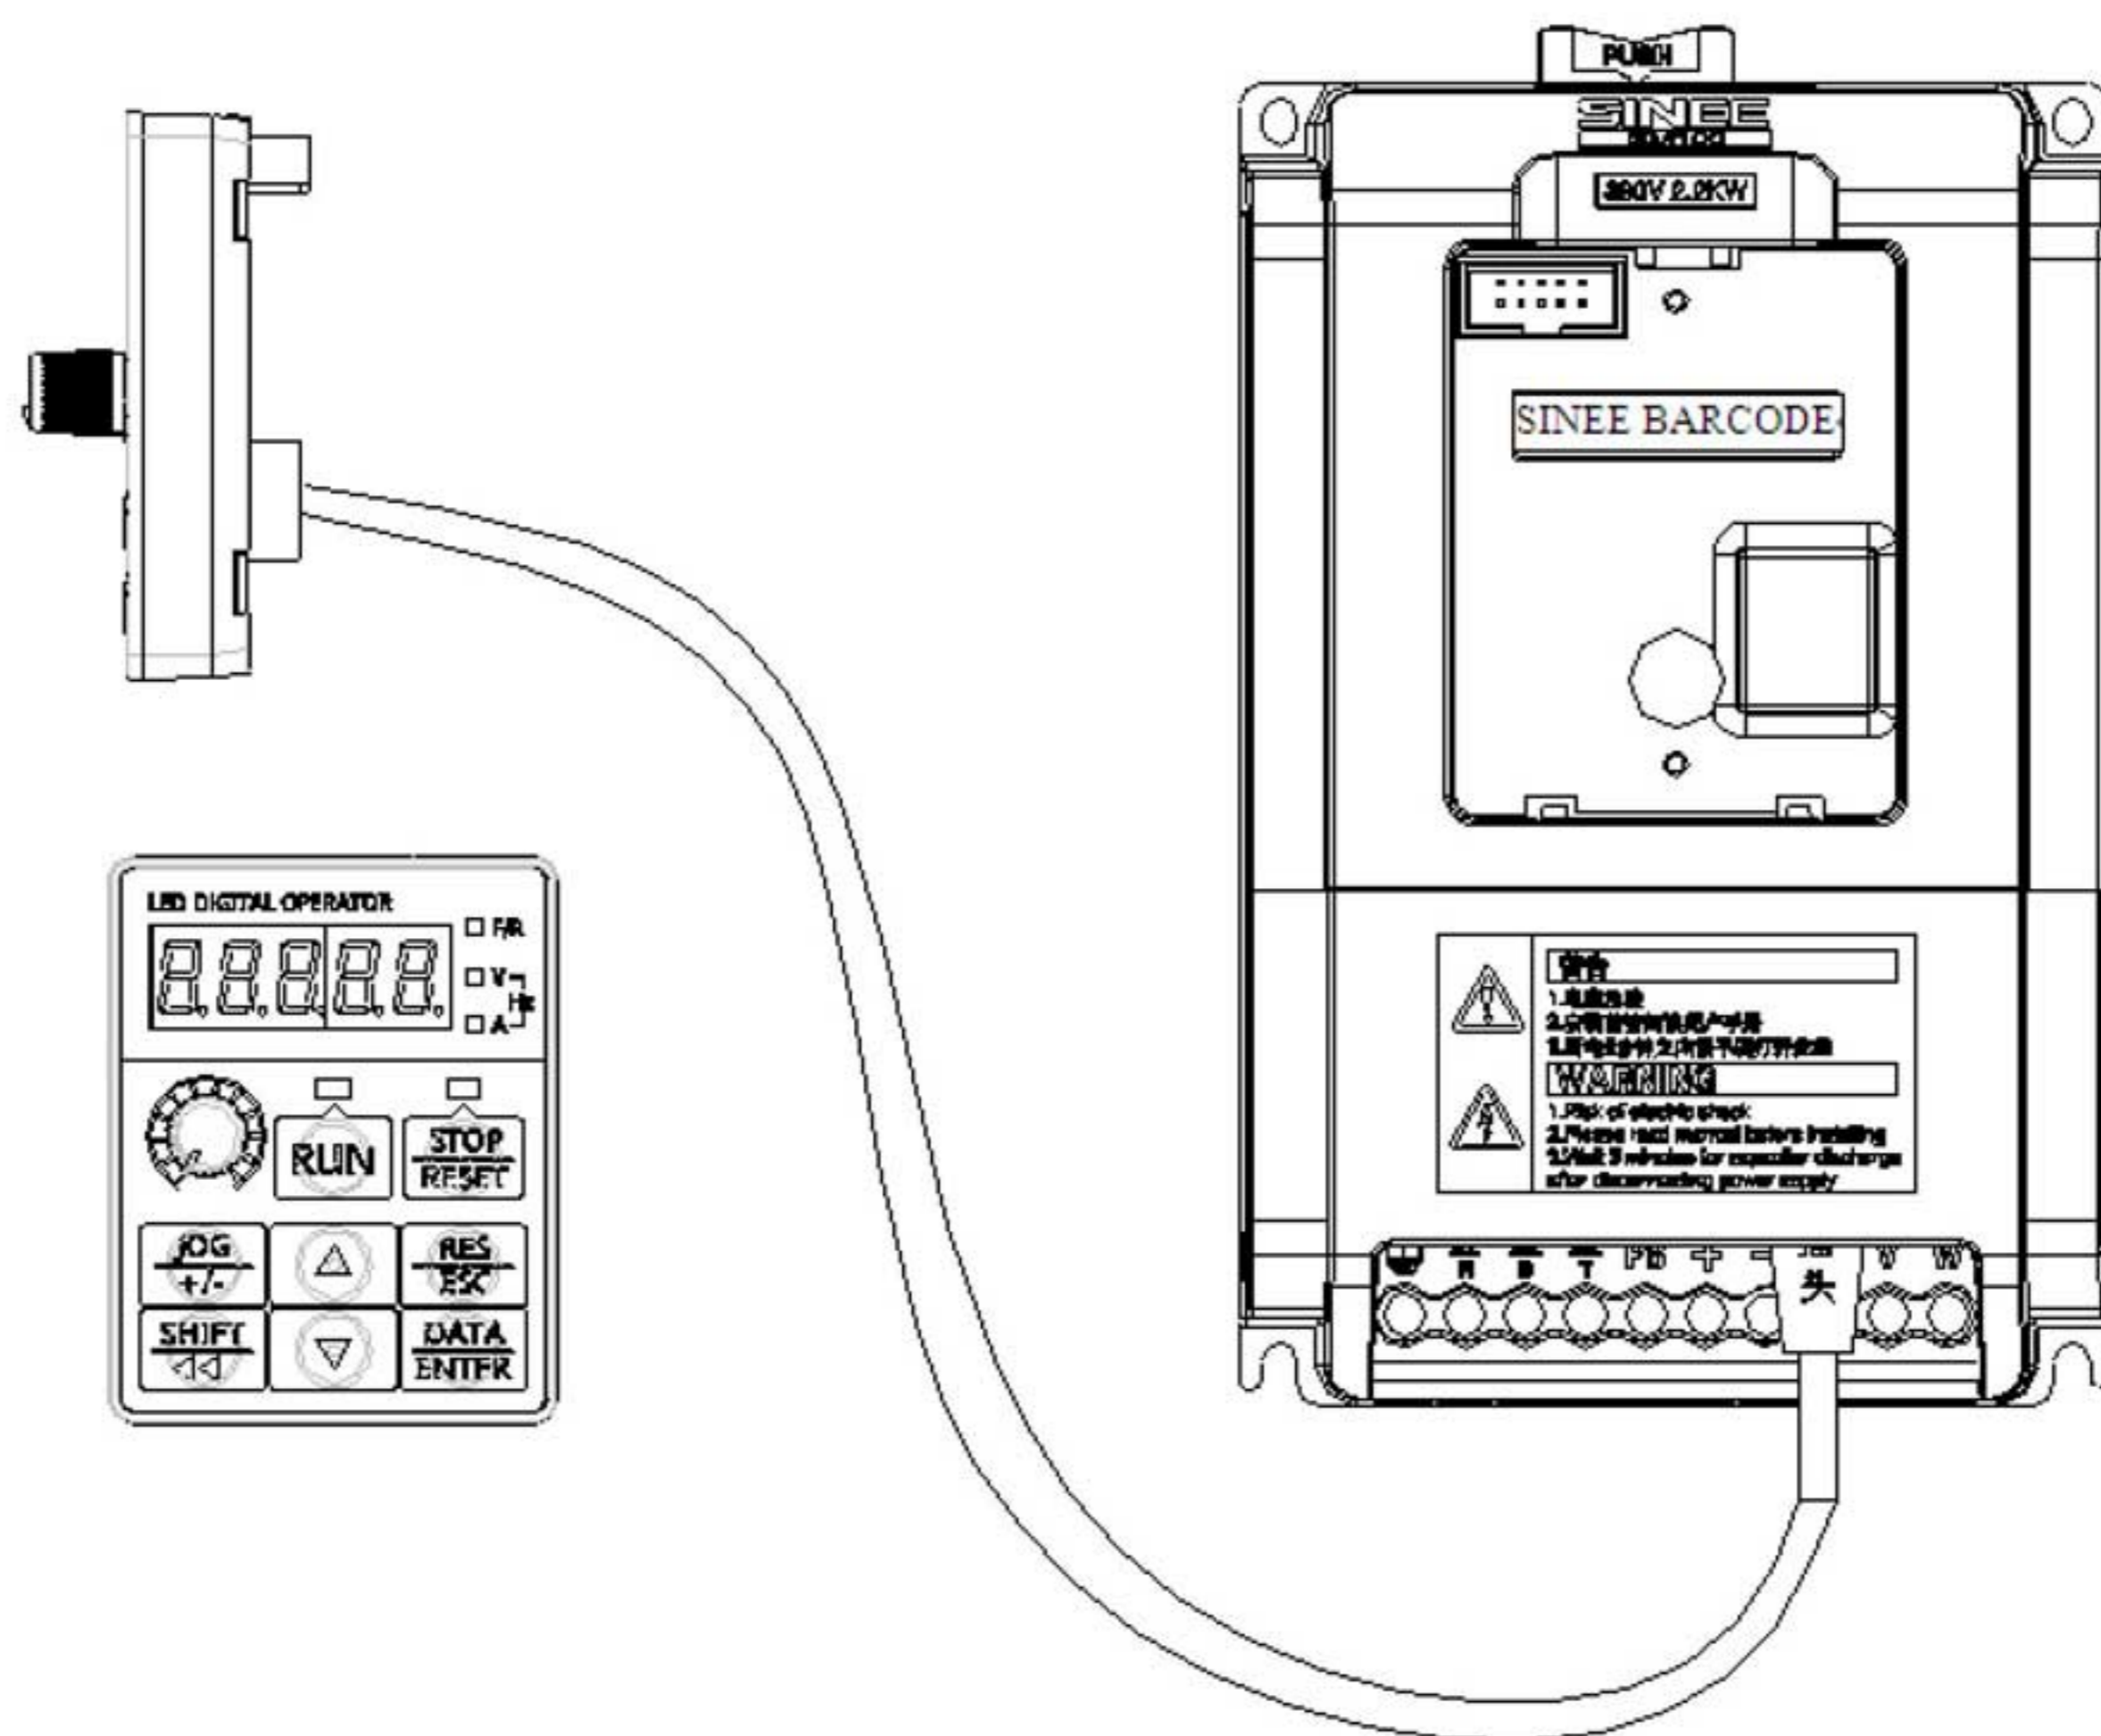

Рис. 3-22 Вынос пульта управления
2. Подключение показано на Рис. 3-22.